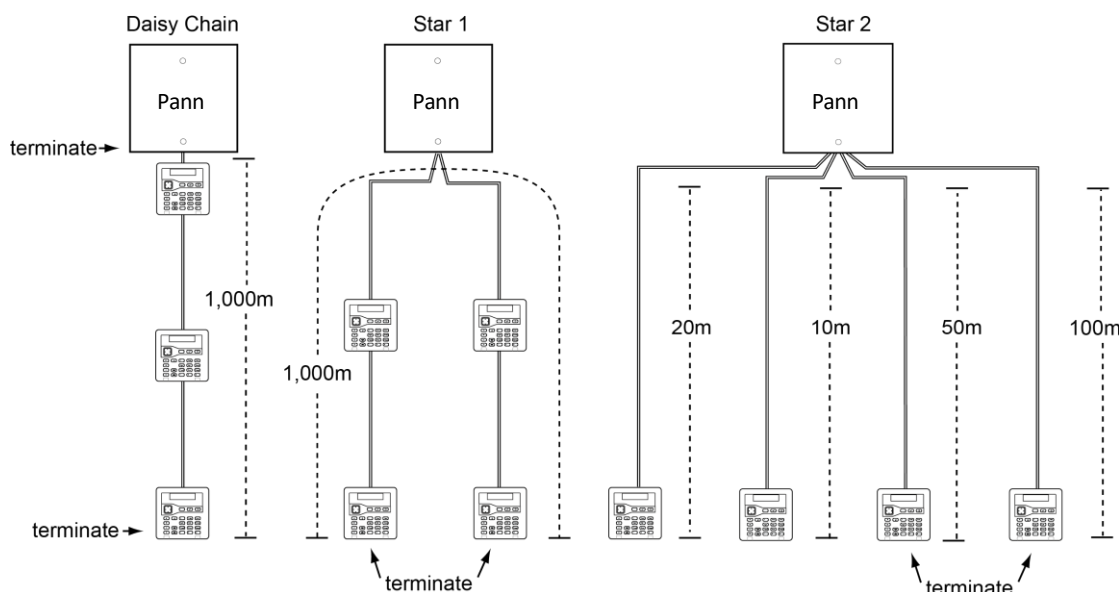

Figure 5 : Terminaisons de bus
Vous pouvez connecter des périphériques en série (en série) ou en étoile (en parallèle) à la centrale (figure 5, page 20). Dans le cas d'une configuration en étoile, la longueur de câble entre la centrale et l'unité de commande la plus éloignée doit être courte et ne pas dépasser 100 mètres. Dans le cas d'une connexion en série, la longueur totale du câble ne doit pas dépasser 1000 mètres. S'il n'y a que deux points dans une configuration en étoile, cela équivaut à une connexion en série.
Dans certains cas, les terminaisons du bus doivent être ajoutées afin d'améliorer les performances dans les environnements électriquement bruyants ou lorsque les câbles sont longs. La centrale et les panneaux de commande disposent d'un emplacement sur le circuit imprimé. L'insertion d'un cavalier dans cet emplacement permet d'effectuer la terminaison de bus. Dans une configuration en série, branchez les cavaliers de terminaison dans le composant situé à l'extrémité de la chaîne. Dans une configuration en étoile, terminez sur les deux composants aux extrémités des câbles les plus longs (cf. figure 5).
Vous pouvez connecter jusqu'à 10 détecteurs câblés (0 à 9) à la centrale en utilisant la méthode de câblage "*Fully-Supervised Loop*" (FSL), "*4-wire Closed Circuit*" (CC) ou "*2-wire CC*" (cf. figure 5). Vous devez utiliser la même méthode pour tous les détecteurs. Si vous utilisez la méthode CC à 4 fils, le nombre de groupes de détecteurs est divisé par deux et numéroté de 1 à 5. Quelle que soit la méthode utilisée, la résistance totale du câblage et de l'interrupteur doit être inférieure à 100 ohms (résistance EOL court-circuitée en cas de FSL). Par défaut, le système part de contacts à ouverture. Les détecteurs avec des contacts à fermeture doivent être programmés avec l'attribut "Inversé".